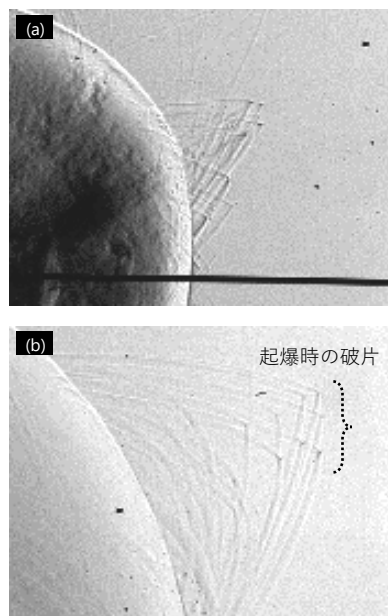
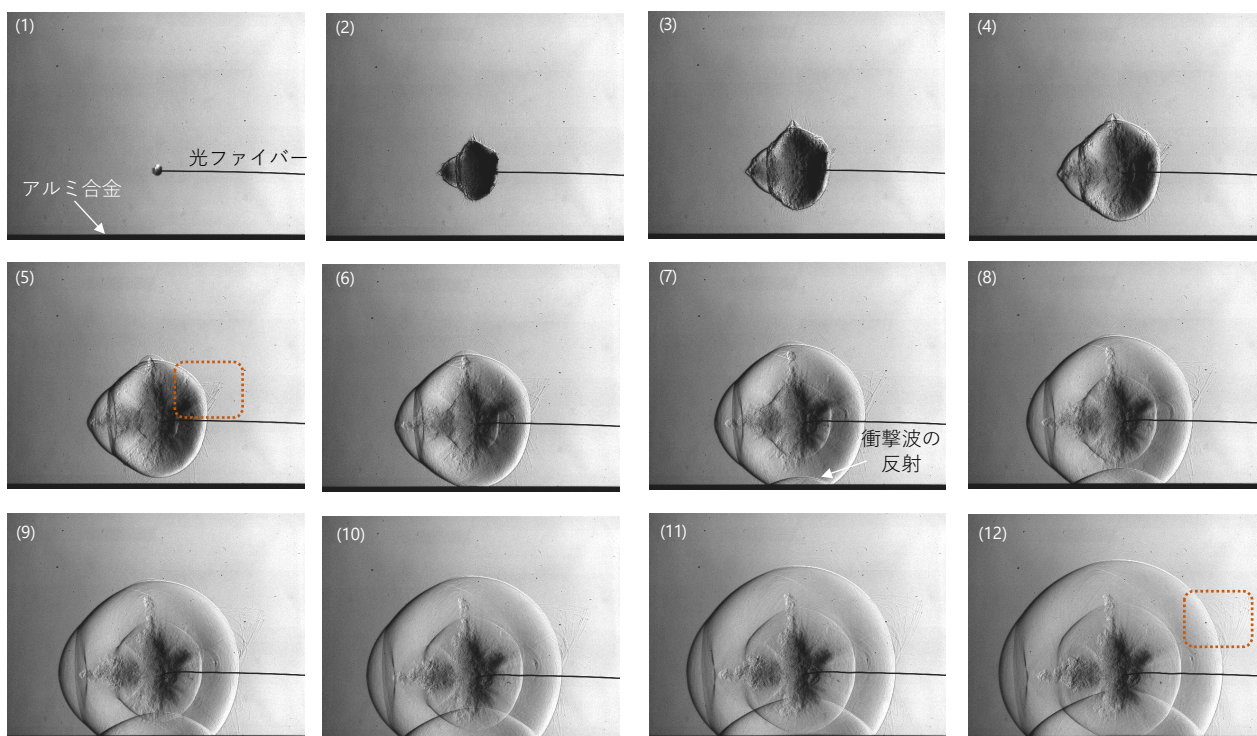

図5 (a) 図4(5)の一部を拡大した画像
図4 撮影①の結果 (画像間の時間間隔：15 μ s、視野幅：約250 mm)
図4に撮影①における撮影結果を示します。画像(1)にてアジ化銀ペレットが起爆し、爆轟波と衝撃波が発生する様子が確認されます。後述の撮影②では画像(1)～(2)の間を詳細に観察しています。衝撃波は画像(2)～(6)にかけて広がっていき、画像(7)において、アルミ合金に反射の様子が確認されます。その後、画像(8)～(12)にかけて、さらに衝撃波は広がり、反射した衝撃波が起爆したアジ化銀ペレット付近に到達する様子を観察することができました。
図5は、図4の画像(5)および画像(12)の一部を拡大した画像になります。図5(a)で、アジ化銀ペレット起爆時の破片が衝撃波を伴って飛散している様子が観察されました。さらにこれらの衝撃波の角度が時間とともに大きくなること、図5(b)より観察されました。HPV-X3の解像度が向上したことにより、衝撃波をより詳細に観察することが可能になりました。
(b) 図4(12)の一部を拡大した画像